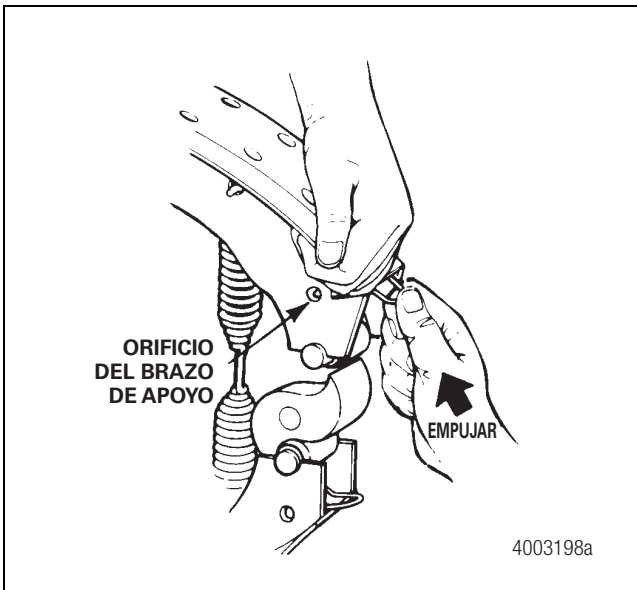

Figura 5.6
9. Empuje cada clip retenedor del rodillo hacia la zapata de freno hasta que sus asas se bloqueen en los orificios de los brazos de apoyo de la zapata. Figura 5.6.